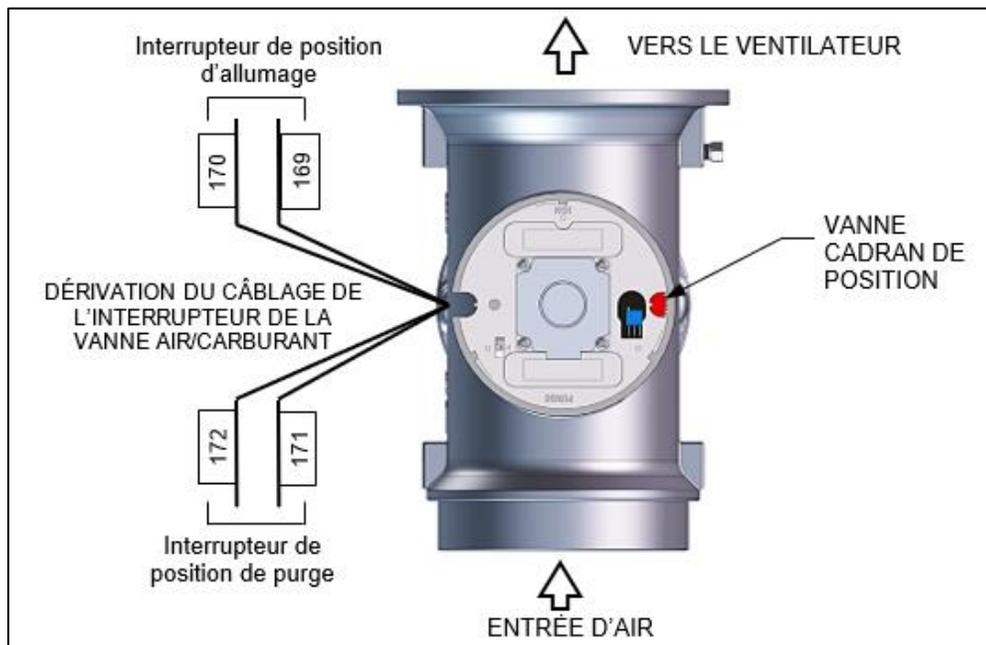

Figure 6-11 : Emplacement de la purge d'air/carburant et de l'allumage
5. Démontez l'un des deux câbles (171 ou 172) de l'interrupteur de purge (Figure 6-11).